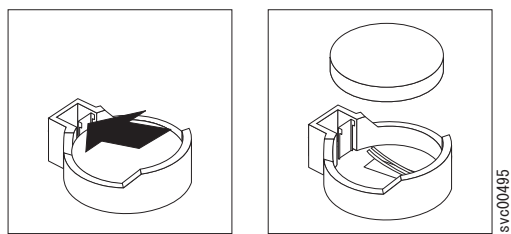

図 134. SAN ポリユーム・コントローラー 2145-8A4 CMOS バッテリーの取り外し
7. 図 134 に示すように、CMOS バッテリーを取り外します。